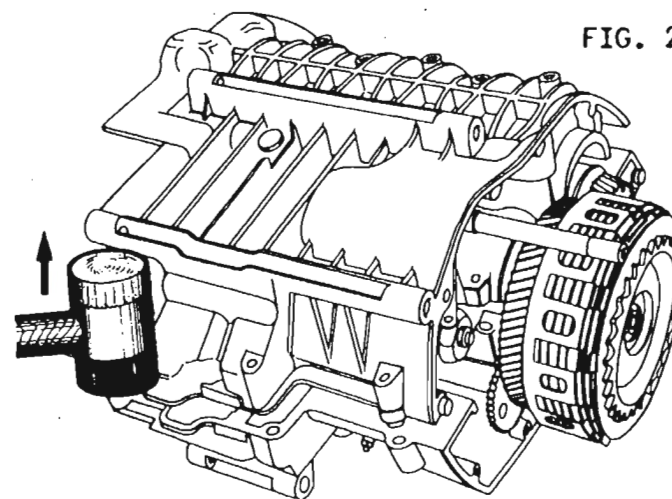

FIG. 2
- Déposer le carter inférieur avec l'arbre secondaire maintenu par la plaquette de roulement et la fourchette de sélecteur. FIG. 2